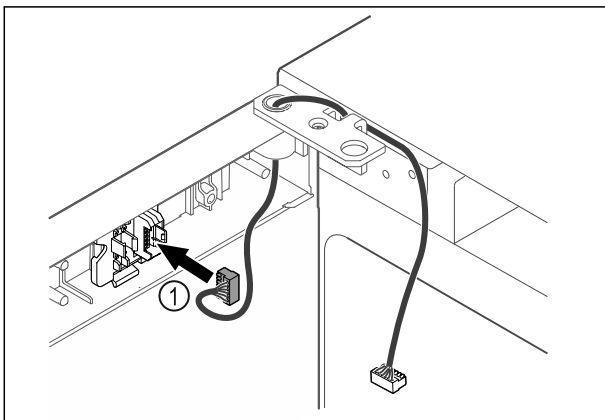

Fig. 59
- Įkiškite kištuką Fig. 59 (1) į kištuko laikiklį.